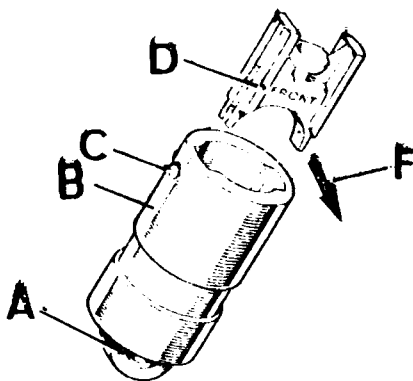

Fig. A3-61 Montaje de guías, empujadores y rodillos
- 2.3. Instalar las guías de los empujadores, B, (Fig. A3-61) e introducir los tornillos de fijación, solamente lo suficiente para mantenerlas en posición, a través del orificio, C.
- 2.4. Montar los empujadores y rodillos, colocándolos en la posición correcta con respecto a la parte delantera del motor según se detalla en la Fig. A3-61.